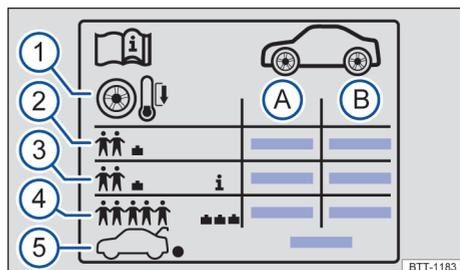

Fig. 191 Etiqueta com as pressões dos pneus.
Indicações na etiqueta de pressão dos pneus → Fig. 191:
- Adequar a pressão dos pneus sempre à condição de carga do veículo → Fig. 191 ③.